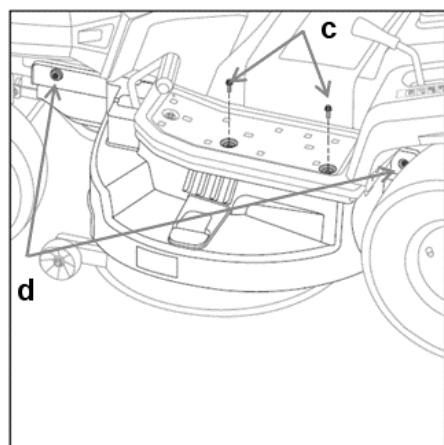

Fig.24B
5. Rimuovere due viti (c) dalla superficie sotto il pedale e svitare due bulloni (d) sulla protezione utilizzata per evitare il contatto con il mezzo di taglio. (Fig.24B)